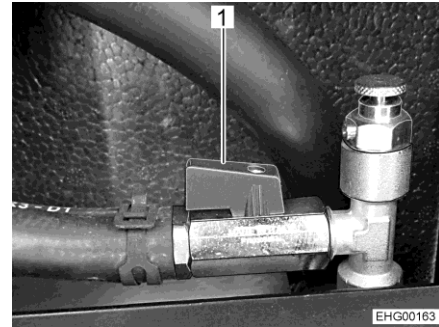

Bild 179 Kugelhahn (geöffnet)
- Den Hebel (Bild 179,1) parallel zur Rohrleitung stellen.